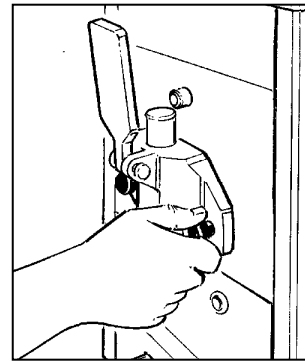

Fig. 23
- **U**na volta inserita correttamente la flangia, fissarla con i suoi pomelli avvitandoli a fondo (fig.23).